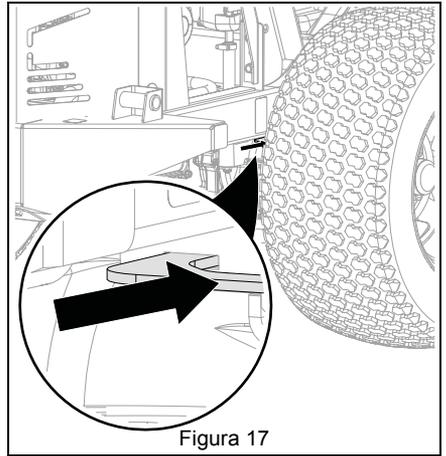

Figura 17
- Gire las palancas de derivación de los transejes a la posición de funcionamiento. Consulte Figura 17.